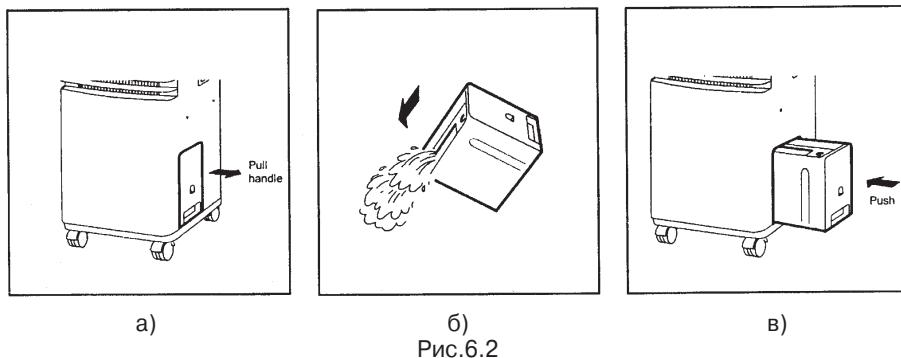

Рис.6.2
- Пользуясь ручкой, медленно выньте емкость из кондиционера (рис.6.2 а)
- Вылейте из нее накопившийся конденсат (рис.6.2 б)
- Высушите емкость и установите ее на место(рис.6.2 в)